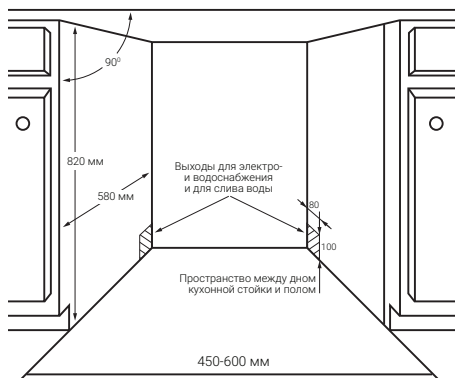

Рис. 1
Чтобы снять верхнее коромысло, следует взяться за гайку и повернуть коромысло по часовой стрелке. Чтобы снять нижнее коромысло, потяните его вверх (рис. 1).
1. Выбирайте место для установки рядом с раковиной, что облегчает подключение шлангов для подачи и отвода воды (рис. 1).